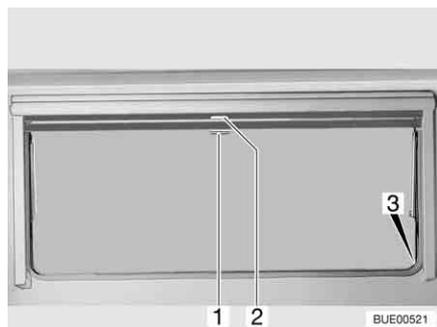

Fig. 70 Ventana abatible
- Tirar del asidero (Fig. 70,2) de la persiana oscurecedora enrollable hacia abajo. Cuando la persiana oscurecedora enrollable se cierre por completo, encajarla en el bloqueo (Fig. 70,3) a ambos lados del marco de la ventana.
- Cuando la persiana oscurecedora enrollable está completamente cerrada: Presionar el tirador (Fig. 70,2) hacia abajo y tirarlo ligeramente hacia dentro. Desenganchar la persiana oscurecedora enrollable de los bloqueos a izquierda y derecha del marco de la ventana.
- Cuando la persiana oscurecedora enrollable se encuentre en una posición intermedia: Tirar ligeramente del asidero (Fig. 70,2) hacia abajo, hasta que se hay soltado el bloqueo.
- Tirar hacia abajo de la mosquitera enrollable (Fig. 70,1) y engancharla en el bloqueo (Fig. 70,3) a ambos lados del marco de la ventana.
- Presionar el tirador (Fig. 70,1) hacia abajo y tirarlo ligeramente hacia dentro. Desenganchar la mosquitera enrollable de los bloqueos a izquierda y derecha del marco de la ventana.